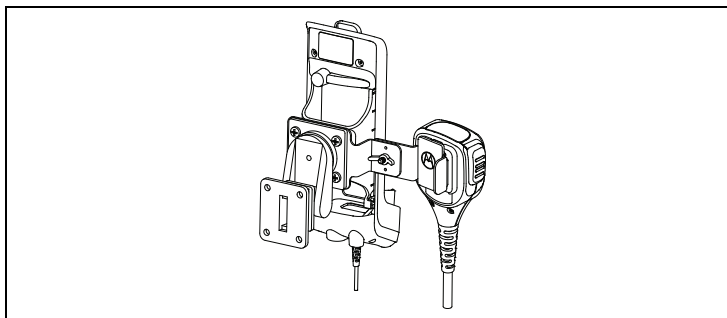

Рис. 2: Крепление выносного микрофона с динамиком на скобе RSM
8. Скоба RSM позволяет закрепить выносной микрофон с динамиком, как показано на Рис. 2 ниже.